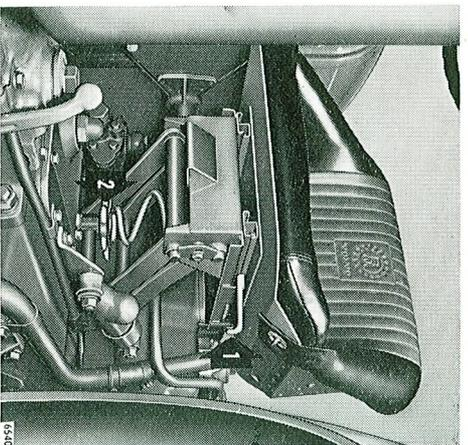

Fig. 9. Siège du conducteur
La suspension du siège de conducteur, du type à parallélogramme, permet de maintenir le siège pratiquement à une distance constante par rapport au volant, même s'il bouge durant la marche du tracteur. Le réglage en longueur du siège se fait en déplaçant vers l'avant le levier (1), fig. 9. Avec manette (2), on peut régler la tension des ressorts du siège et, de cette façon, adapter la suspension au poids du conducteur. La suspension devient plus dure si l'on tourne cette manette dans le sens contraire des aiguilles d'une montre.